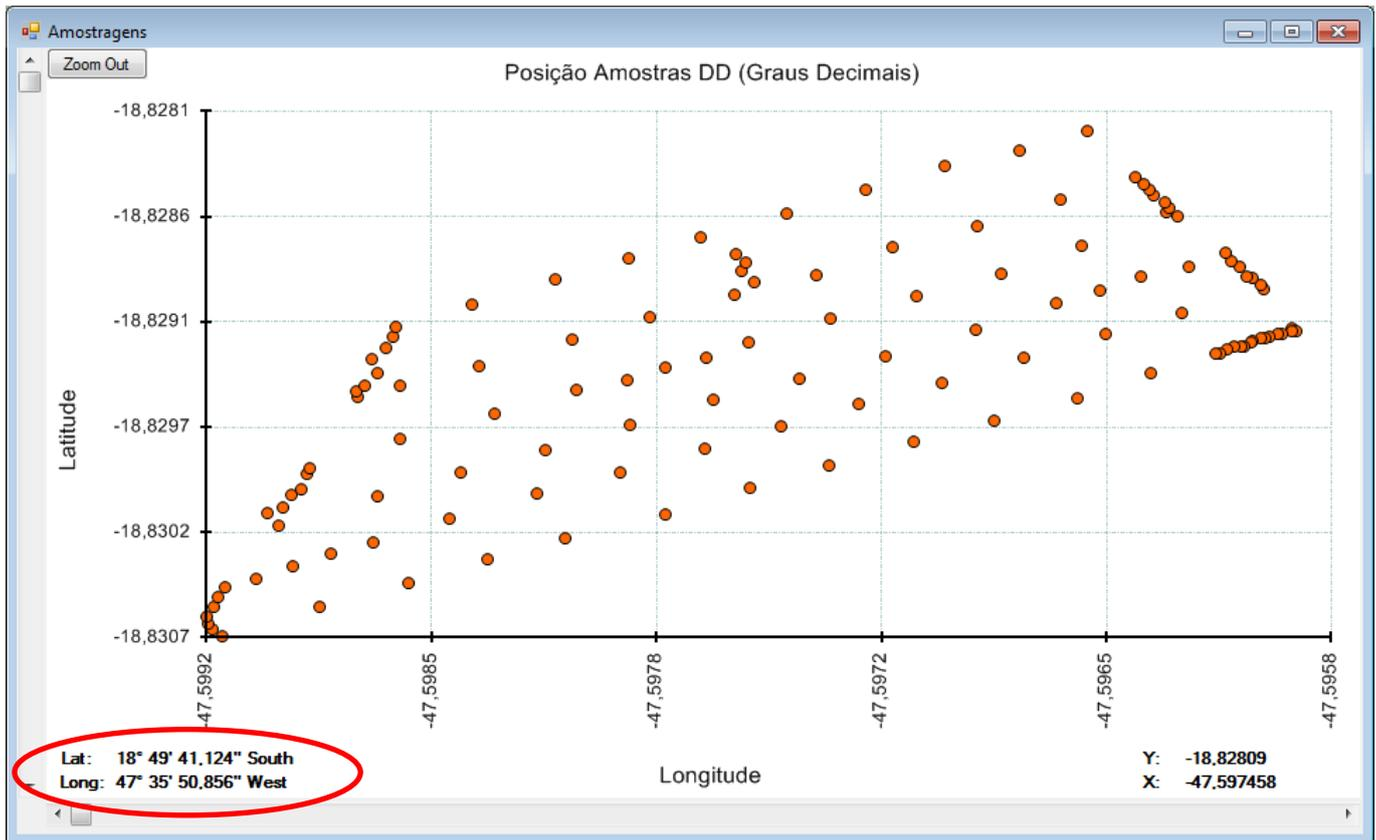

Figura 17 – Gráfico de Amostras
Após a conclusão da transferência dos dados do PNT-2000/MOTOR para o PNTView (PC), a tela de Amostragens será apresentada, conforme Figura 17 indicado abaixo:
A tela acima mostra todos os ensaios (amostras) realizados pelo usuário que estavam contidos dentro da memória do PNT-2000/MOTOR. Desta forma o usuário tem uma visualização espacial de todos os pontos amostrados. Para saber com precisão as coordenadas (Latitude, Longitude) de cada ponto basta ir com o mouse em cima do ponto no gráfico e verificar as coordenadas no canto inferior esquerdo, conforme destacado na Figura 17.